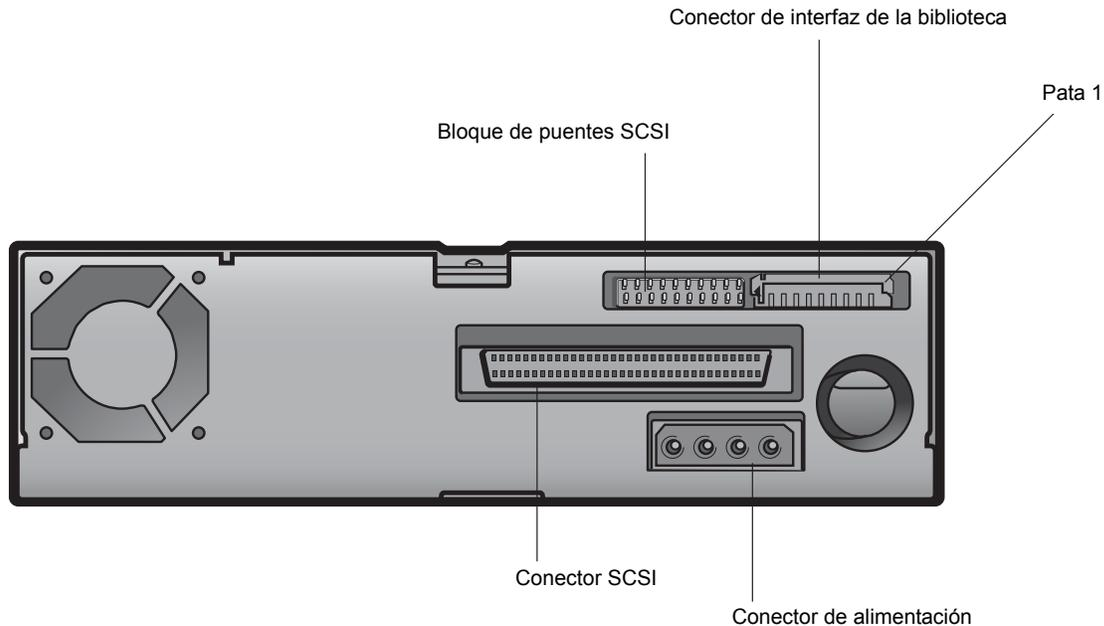

Figura 5. Vista posterior de la unidad interna de media altura LTO-2
2. Conecte el cable de interfaz SCSI al conector correspondiente de 68 patas en la parte posterior de la unidad (consulte la Figura 5 a continuación).
La unidad interna de media altura LTO-2 incluye una interfaz serie RS-422 para bibliotecas de cinta. La interfaz para bibliotecas de LTO-2 utiliza un conector en línea amoldado de 10 patas con cubierta. Este conector se ubica en el lado izquierdo inferior de la parte posterior de la unidad (consulte la Figura 5 en la página 20). Las descripciones de las patas están detalladas en la Tabla 2 a continuación.
Conecte un cable de alimentación de cuatro patas al conector de alimentación de la parte posterior de la unidad. La Figura 5 en la página 20 muestra la ubicación del conector de alimentación.